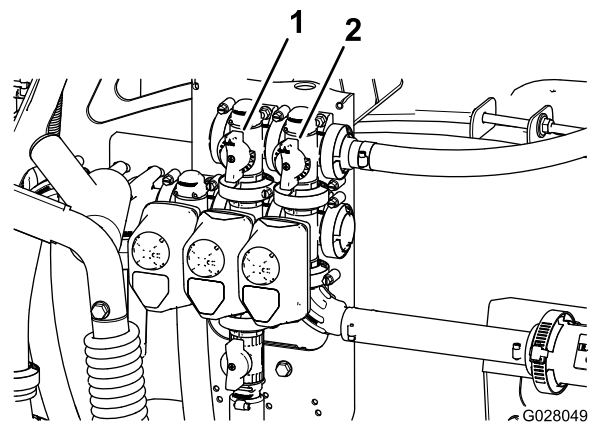

Рисунок 23
11. Отрегулируйте перепускной клапан перемешивания (Рисунок 23) на задней стороне клапана перемешивания таким образом, чтобы показание давления по манометру составило 6,9 бара.
9. С помощью ручки главного перепуска секций отрегулируйте интенсивность перемешивания в баке (Рисунок 23).